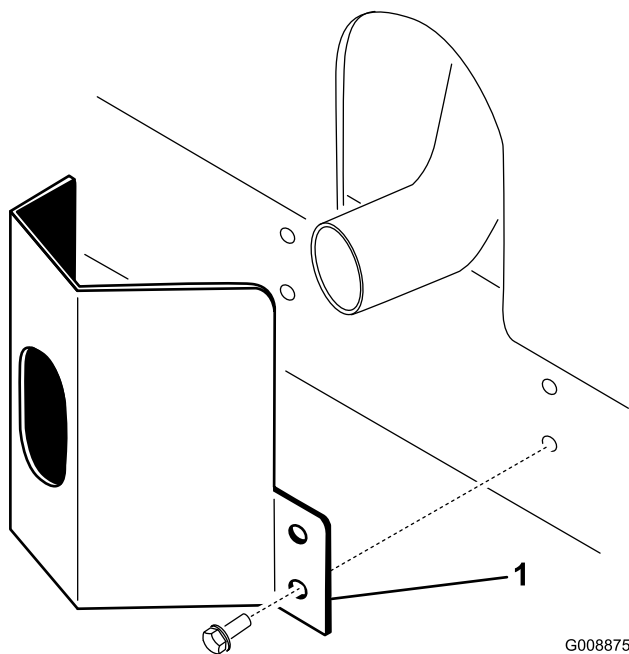

図 10
1. フレームについている取り付け穴に合わせてマフラー部にガードを取り付ける図 10。
2. タップねじ本で固定する 図 10。